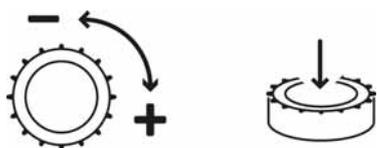

Рис. 5: Поворотная кнопка
Прибор управления (рис. 5)
- ЖК-дисплей показывает состояние насоса, клапанов и контроллера. С помощью кнопки можно выбирать меню и вводить параметры. Для изменения значений и прокручивания меню поворотную кнопку (рис. 5) нужно повернуть и нажать для выбора и подтверждения.